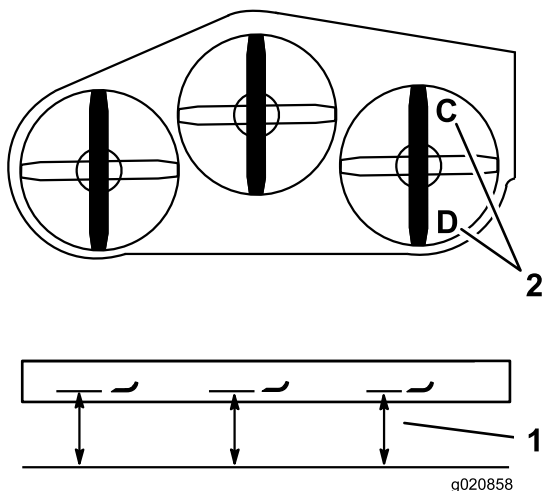

Figure 83
1. Tournez la lame droite dans le sens longitudinal (Figure 83).
2. Mesurez et notez la distance au point **C** entre la surface plane et le tranchant de la pointe de la lame droite (Figure 83).
3. Mesurez et notez la distance au point **D** entre la surface plane et le tranchant de la pointe de la lame droite (Figure 83).
4. La lame doit être plus basse de 6 à 10 mm (1/4 à 3/8 po) au point **C** qu'au point **D** (Figure 83). Si ce n'est pas le cas, passez aux opérations suivantes.